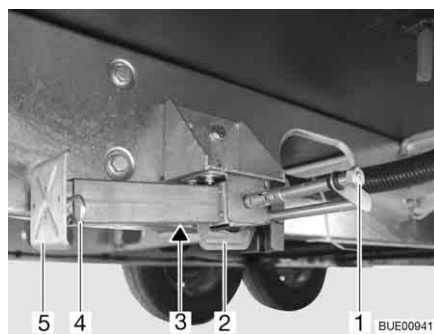

Fig. 36 Apoio de elevação
- Encaixe a chave de caixa na peça sextavada (Fig. 36,1) e gire, até o apoio de elevação ficar verticalmente voltado para baixo.
- Quando o apoio de elevação é de comprimento ajustável, puxe o contrapino (Fig. 36,4) para fora da peça de prolongamento do pé de apoio (Fig. 36,5).
- Encaixe a chave de caixa na peça sextavada (Fig. 36,1) e gire, até o apoio de elevação deixar de estar apoiado no chão.
- Empurre completamente para dentro a peça de prolongamento do pé de apoio (Fig. 36,5) e encaixe o contrapino (Fig. 36,4) no orifício previsto para ele na peça de prolongamento do pé de apoio.
- Gire a peça sextavada (Fig. 36,1) até o apoio de elevação se ter deslocado para cima e o guia (Fig. 36,2) ficar completamente encostado no fim da ranhura (Fig. 36,3).